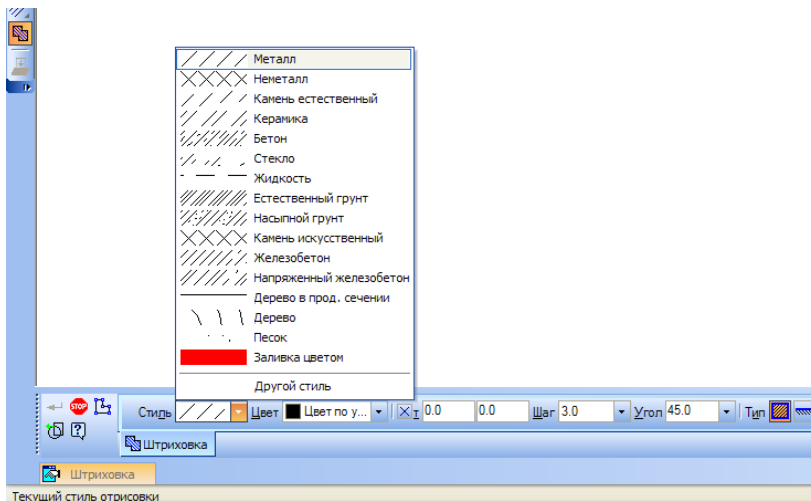

Рис. 21
2) Для смены стиля штриховки в поле **«Текущий стиль»** выберите стиль **«Неметалл»** (рис. 21).